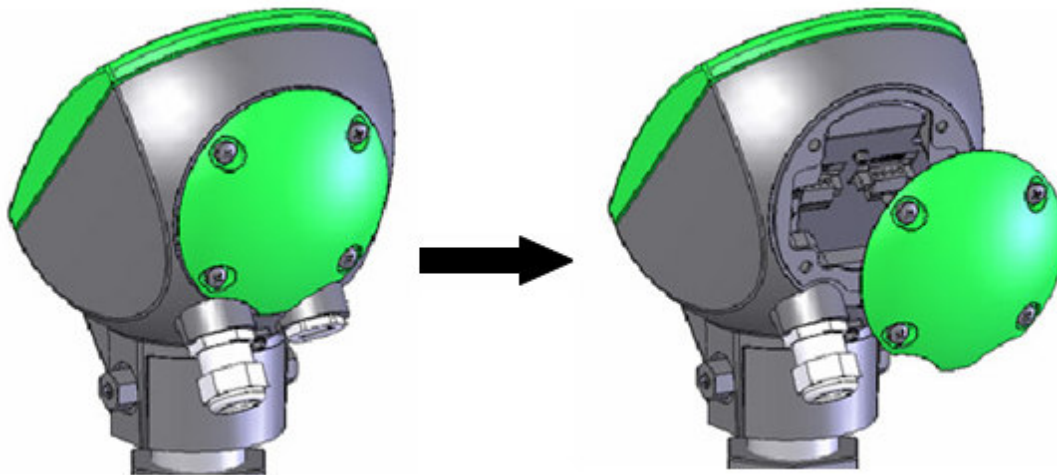

Figura 12 Rimozione del pannello posteriore
1. Allentare le quattro viti del pannello posteriore posto sul retro della testa dello scanner ed estrarre il pannello (fare riferimento a Figura 12 a pagina 8). Le viti sono prigioniere e non cadono.